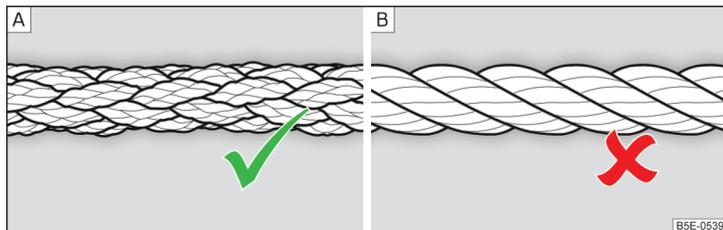

Abb. 328 Geflochtenes Abschleppseil / Gewundenes Abschleppseil
Zum Abschleppen mittels eines Abschleppseils nur ein geflochtenes Kunstfaserseil » Abb. 328 - **A** verwenden » **!**.
- Zum Abschleppen ist kein gewundenes Abschleppseil zu verwenden » Abb. 328 - **B**, die Abschleppöse könnte sich am Fahrzeug herausdrehen - es besteht Unfallgefahr.